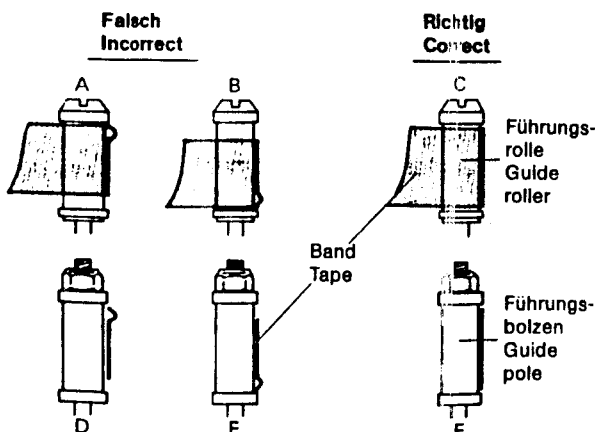
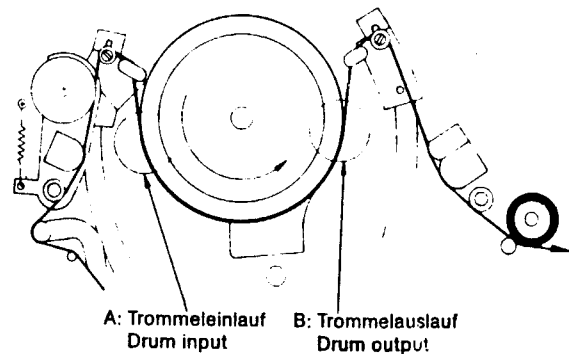
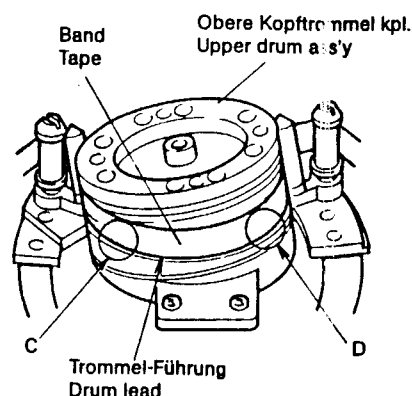

Fig. 4.19 Führungs-Rolle und -Bolzen
Fig. 4.18 Bandlaufprüfung
Fig. 4.20 Prüfung der Trommelführung
- A) Band wiedergeben und überprüfen, ob das Band bei C und D zur unteren Kopftrommel den gleichen Abstand aufweist (Fig. 4.20) und bei A und B glatt läuft (Fig. 4.18). Das Band muß ohne Stauungen und Falten über die Führungsrollen bzw. Führungsbolzen laufen (Fig. 4.19).
- A) Playback a cassette and check whether the tape shows the same lead at points C and D (Fig. 4.20) of the lower head drum and runs smoothly at points A and B (Fig. 4.18). The tape must run over the guide rollers and guide poles without straining or creasing (Fig. 4.19).
3. Führungsrollen mit Schraubendreher einstellen, bis Band glatt läuft. (Nicht mehr als 180° auf einmal) (siehe Fig. 4.19).
3. Adjust the guide roller height with a screwdriver until the tape runs smoothly (do not turn by more than 180° at a time) (see Fig. 4.19).